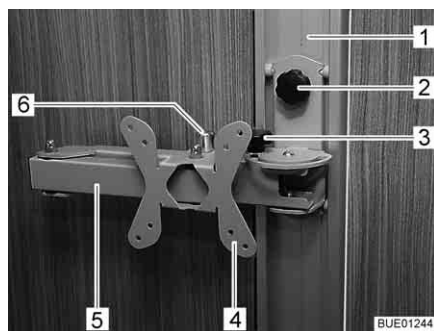

Bild 49 Halterung an Schiene
- Knebelschraube (Bild 49,2) lösen und Halterung (Bild 49,4) in der Schiene (Bild 49,1) in gewünschte Höhe bringen.
- Knebelschraube (Bild 49,3) lösen.
- Entriegelungsknopf (Bild 49,6) ziehen. Der Gelenkarm (Bild 49,5) ist entriegelt.
- Knebelschraube (Bild 49,3) wieder festziehen.
- Flachbildschirm in Ausgangslage zurückschwenken, bis Gelenkarm (Bild 49,5) hörbar in die Verriegelung einrastet.
- Knebelschraube (Bild 49,2) lösen, Halterung (Bild 49,4) in gewünschte Höhe bringen und Knebelschraube wieder festziehen.